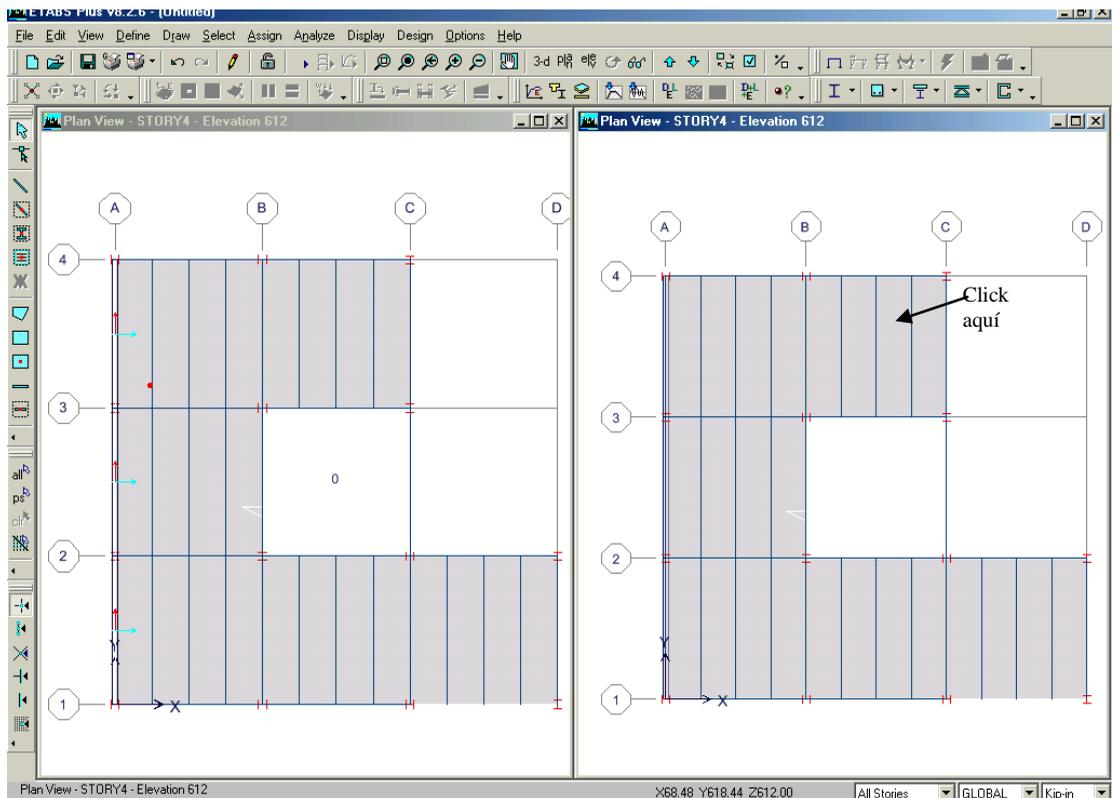

Figura 23 Agregando objetos simulados tipo pared en la Vista en Planta.
- D. Hacer un click en la línea C entre los ejes 3 y 4; hacer un click sobre el eje B entre los ejes 2 y 3; hacer un click sobre el eje D entre los ejes 1 y 2, como se muestra en la Figura 23. Los tipos simulados de pared sin dureza ni masa serán agregados a todos los niveles del modelo debido a que la propiedad Similar Stories esta activa y el comando fue ejecutado en la Vista en Planta.